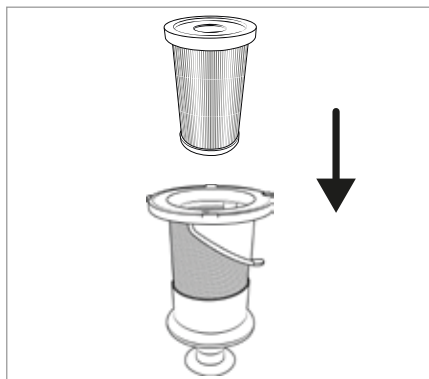

Fig. 24
- Non ruotare il filtro in acciaio inox ⑥, quando lo si inserisce nel contenitore di raccolta della polvere ⑦. Fare, inoltre, attenzione ai due segni colorati sul filtro in acciaio inox ⑥ e sul contenitore di raccolta della polvere ⑦, per inserire correttamente il filtro in acciaio inox ⑥.
- 8) Inserire il filtro EPA ⑤ nel filtro in acciaio inox ⑥ (vedere fig. 24).